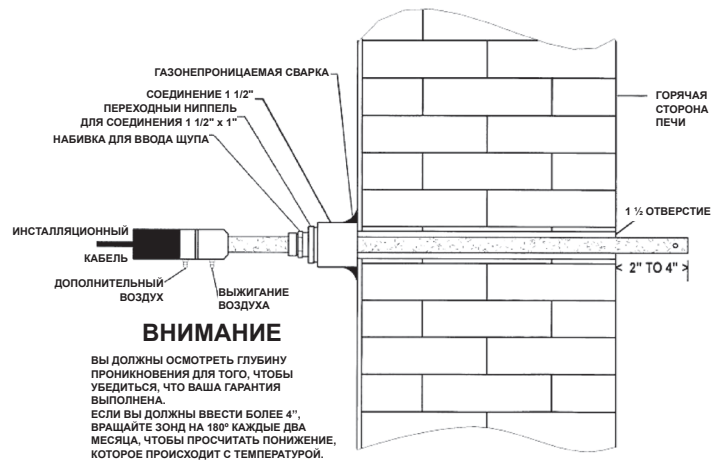
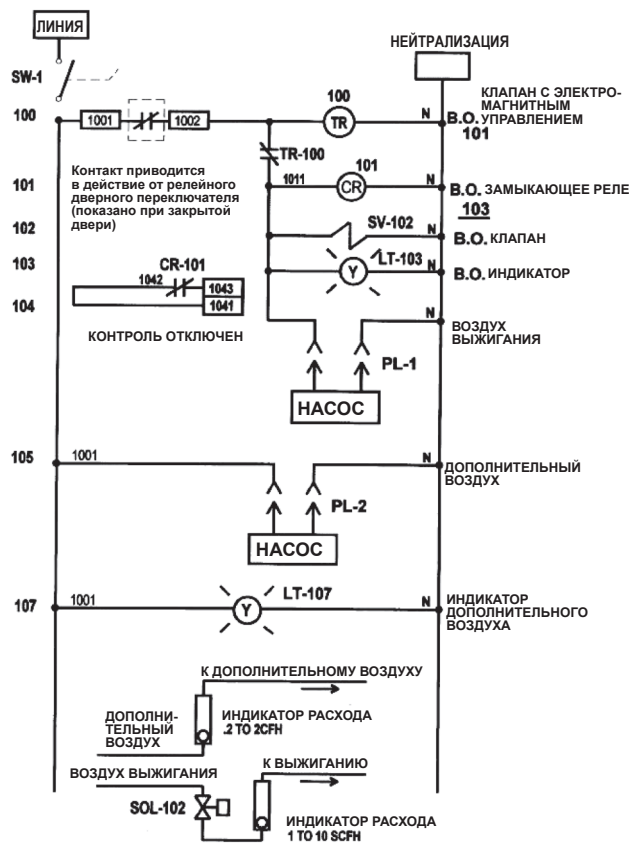

РИС. 4
РИС. 6
Монтажный набор использовался для того, чтобы обеспечить размер резьбы 1" (25.4 мм) с резьбой NPT. Самым простым является соединение 1 1/2" (38мм), как показано на РИС. 4.
Если у вас уже есть системы управления датчиком для определения углерода, вы обеспечены исходной подачей воздуха и, возможно, также системой кондиционирования зонда (см. Рис. 6). Важно подчеркнуть, что исходный воздух должен быть **чистым и сухим**. Какие-либо горючие вещества или влажность в исходном воздухе будут являться причиной того, что датчик будет считывать медленно в результате излишнего науглероживания. Избегайте использования сжатой воздушно-масляной смеси. Подключение воздуха к датчику следует выполнять при помощи кремниевой трубки для того, чтобы избежать проблем относительно высоких температур, столкнувшихся в блоке соединения датчика. Окончательно установленное оборудование должно выглядеть так, как показано на рис. 4.
**Обработка зонда:** пока желательно периодически выжигать печь, процесс, при котором твердый углерод или сажа выделяются, остается в зонде, а углерод и сажа должны удаляться более часто, чтобы зонд был всегда готов к работе. Технический персонал компании SSi первыми исследовали данный метод с целью добиться данного результата. Слой сажи появляется в двух важных положениях: межтрубное пространство между оболочкой и измерительной поверхностью, а также при рабочем спазе между цирконием и точкой контакта с оболочкой, которая является измерительным электродом. Зонд выжигается при потоке воздуха в пространство через фитинг выжигания. Поток воздуха должен быть установлен по норме, которая позволит подняться температуре не более, чем 100 градусов по Фаренгейту (38 С). Если возможно, то поток воздуха следует устанавливать так, чтобы преодолеть воздействие вентилятора рабочей камеры и снизить напряжение на выход ниже 800 мВ, предпочтительно < 200 MV. Выполнение данного процесса за 90 секунд до или после каждой партии, или каждые шесть часов из 12 в печи непрерывного действия обеспечит соответствующее требуемого кондиционирования в большинстве случаев. См. рис. 6.